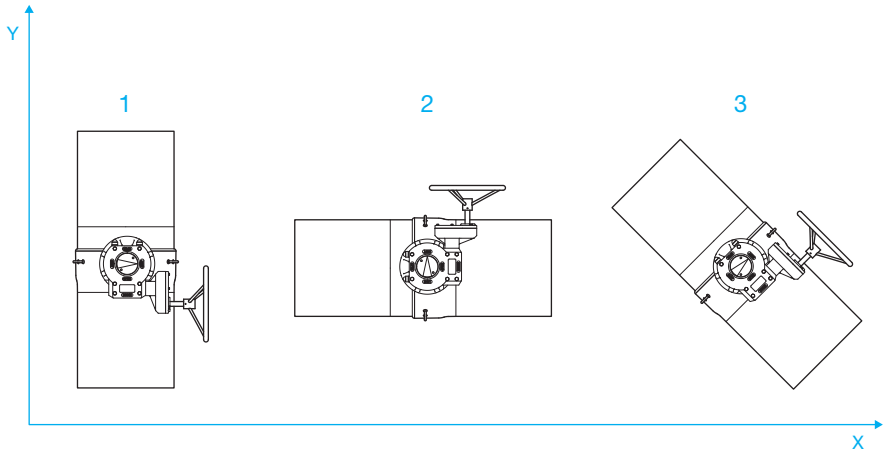

Abbildung 11. Mögliche Installationspositionen des Ventils.
Das Ventil kann in eine vertikale (siehe Abbildung 11, Abschnitt 1), horizontale (2) oder diagonale (3) Rohrleitung eingebaut werden.